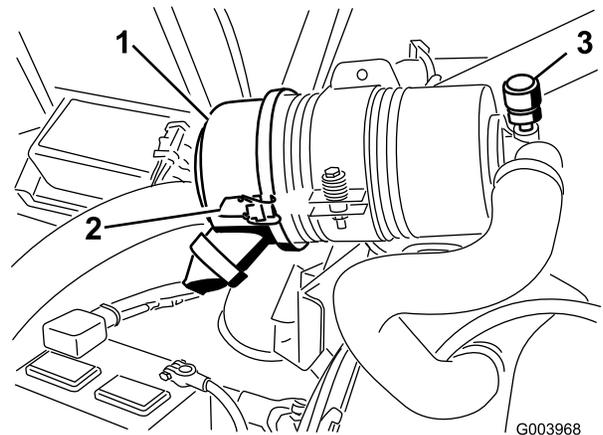

Figura 60
Revise el filtro del limpiador de aire únicamente cuando el indicador de mantenimiento (Figura 60) lo requiera. El cambiar el filtro antes de que sea necesario sólo aumenta la posibilidad de que entre suciedad en el motor al retirar el filtro.
1. Abra los enganches que fijan la tapa del limpiador de aire a la carcasa del limpiador de aire (Figura 60).